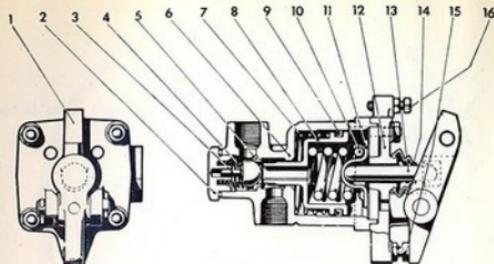

Fig. 44. - Válvula de accionamiento
- 2.° Aflojar la contratuerca del tornillo de ajuste (16) (fig. 44).